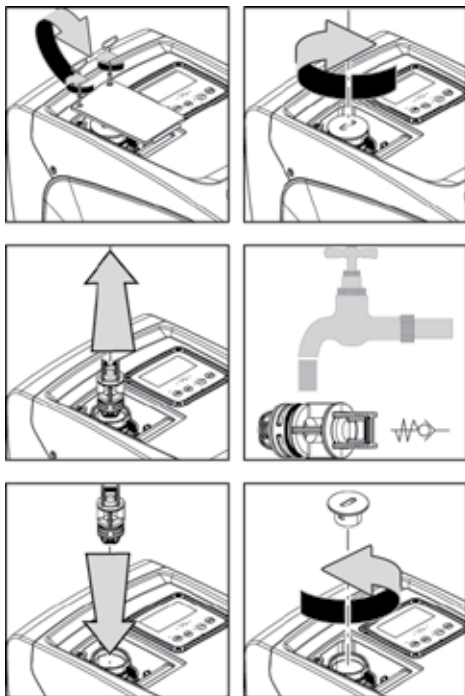

Figure 21
1. retirer la porte d'accès au logement de maintenance extraordinaire (Fig.1 pan F) en dégageant les 2 vis de fermeture à l'aide de l'outil accessoire. Il est conseillé de ne pas retirer entièrement les vis, afin de les utiliser pour extraire la porte. Veiller à ne pas faire tomber les vis dans le système lorsque la porte est démontée (Fig.21);
2. à l'aide d'un tournevis, retirer le bouchon de 1"1/4 afin de pouvoir accéder au clapet de non-retour (Fig.21);
3. à l'aide d'une pince, extraire, sans pivoter, la cartouche du clapet de non-retour en faisant lever sur le pont prévu à cet effet (Fig.21): l'opération pourrait requérir une certaine force ;
5. introduire à nouveau la cartouche complète dans son logement : l'opération requiert la force nécessaire à la compression des 2 joints toriques (Fig.21);
6. visser le bouchon de 1"1/4 jusqu'à la butée : si la cartouche n'a pas été bien enfoncée dans son logement, le vissage du bouchon complète la mise en place (Fig.21);
7. remettre la porte en place et serrer les 2 vis (Fig.21).